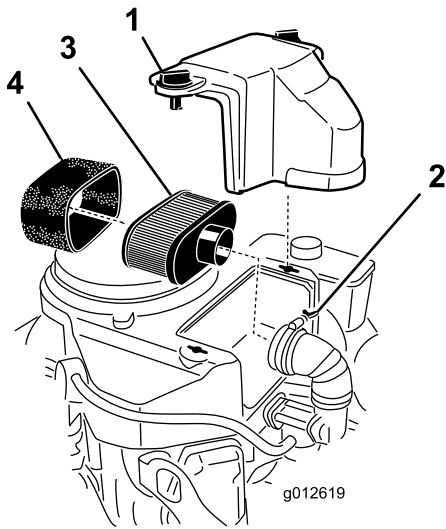

Figure 23
3. Nettoyez la surface autour du filtre à air pour éviter que des impuretés n'endommagent le moteur en tombant à l'intérieur (Figure 23).
4. Dévissez les boutons du couvercle et déposez le couvercle du filtre à air (Figure 23).
5. Dévissez le collier et déposez le filtre à air (Figure 23).
6. Sortez délicatement l'élément en mousse de l'élément en papier (Figure 23).
**Important:** Ne nettoyez pas l'élément en papier, remplacez-le (Figure 23).
1. Glissez délicatement l'élément en mousse sur l'élément en papier (Figure 23).
2. Posez le filtre à air complet sur sa base et fixez-le en place avec les 2 écrous à oreilles (Figure 23).
3. Mettez le couvercle du filtre en place et serrez le bouton (Figure 23).